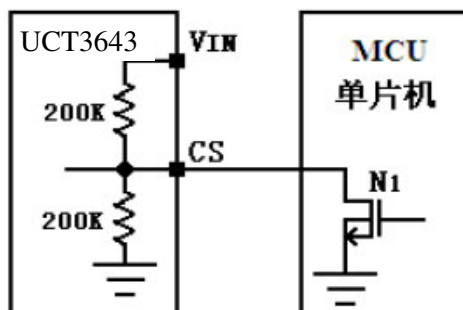

图6 受外部控制的磷酸铁锂电池充电状态与停机状态的切换
3.6V 磷酸铁锂电池充电与停机状态的切换如图6 所示。如果NMOS 管栅极输入低电平，N1 截止，此时CS 端悬空，则充电截止电压为3.6V，UCT3643 为磷酸铁锂电池充电。当NMOS 管栅极输入高电平，N1 导通，CS 端被下拉到GND，UCT3643 为停机模式。